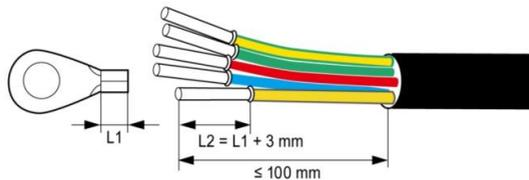

Fig 5.6 Terminale del cavo a crimpare
(1) Collegare i quattro fili della rete elettrica pubblica trifase L1, L2, L3 e N all'interfaccia del connettore CA secondo la Tabella 5-1, e collegare il filo di terra al punto di messa a terra all'esterno del telaio, assicurandosi che i conduttori siano crimpati saldamente senza parti nude, come mostrato nella Fig. 5.6;